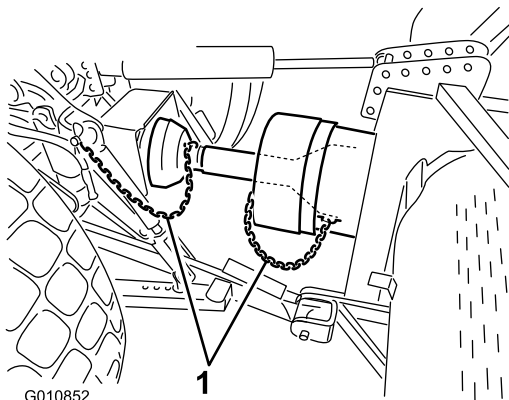

Bild 19
6. Schließen Sie die Abdeckungssicherheitsketten am Zapfwellenschutzblech und der Traktorhalterung an (Bild 19). Stellen Sie sicher, dass die Ketten beim Anheben und Absenken des Aerifizierers nicht stramm werden.